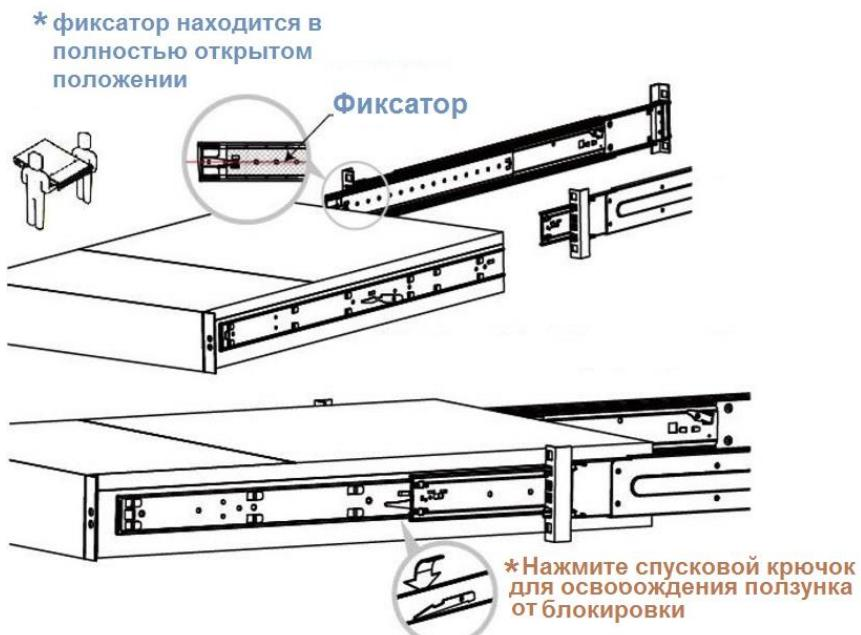

Рисунок 94 - Монтаж блока в шкаф
- 3) Установить блок в шкаф. Вставить внутренний элемент шасси, как показано на рисунке. Важно проверить, что перед установкой на шасси, фиксатор находится в полностью открытом положении. Если фиксатор не в полностью открытом положении при монтаже шасси, это может вызвать повреждение шасси. Во время сдвигания шасси обратно в шкаф, необходимо отпустить затвор от блокировки положения, нажав на спусковой крючок (см. Рисунок 94).